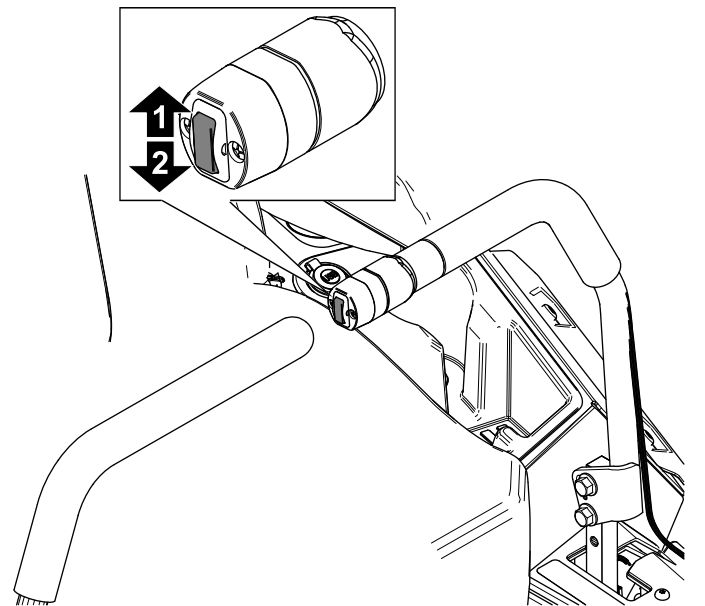

Figure 21
1. Appuyez sur le haut de l'interrupteur de levage du plateau (Figure 21).